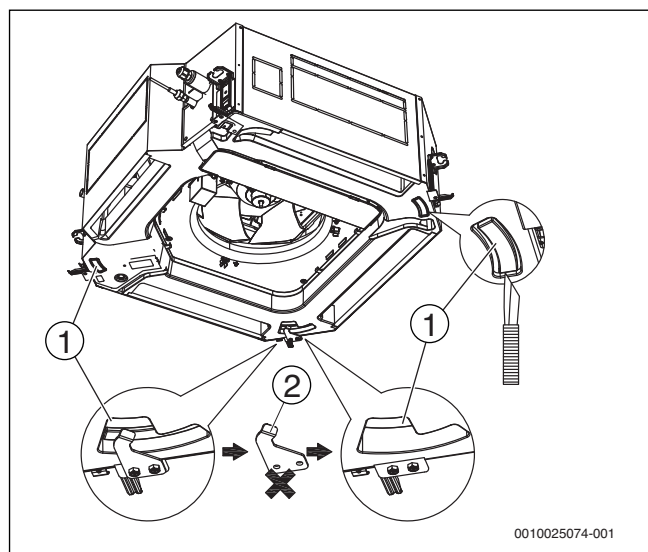

Рис. 5
- Металлическая направляющая (→ рис. 5) установлена на внутреннем блоке так, как показано на рисунке. Ослабьте два винта, с помощью которых крепится металлическая направляющая, удалите направляющую и установите крепежные винты на место. Примите меры, исключающие ослабление винтов.
- С помощью небольшого ножа вырежьте три дополнительных отверстия для воздуха во внутреннем блоке (→ рис. 5). С помощью ножа вырежьте направляющую канавку глубиной от 8 до 15 мм вокруг выходного отверстия для воздуха.